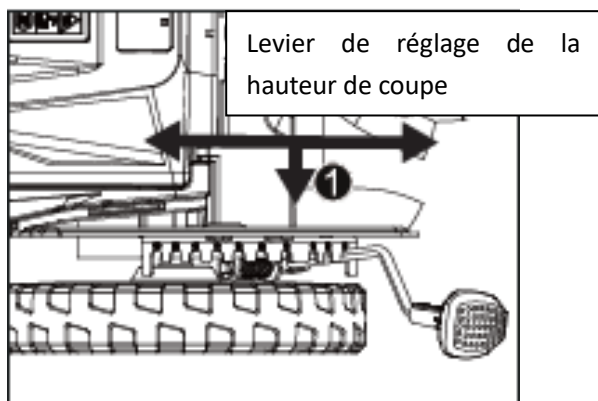

Fig. 7a
- Retirez le levier de réglage de la hauteur de coupe de son cran et déplacez-le vers l'avant ou vers l'arrière pour régler la hauteur de coupe souhaitée (fig. 7a).